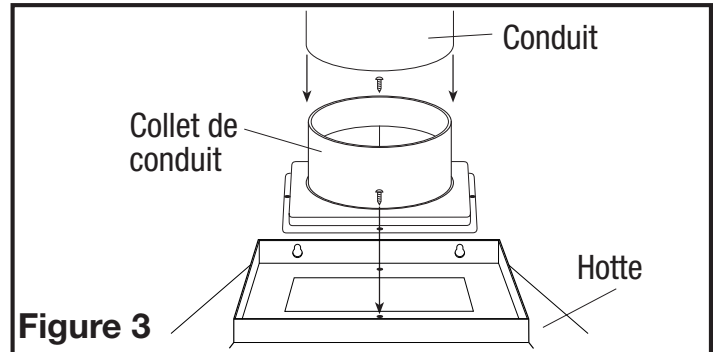

Figure 3
1. Installez le collier de conduit inclus sur la hotte avec les quatre vis #6 à pointe arrondie fournis (**Figure 3**).